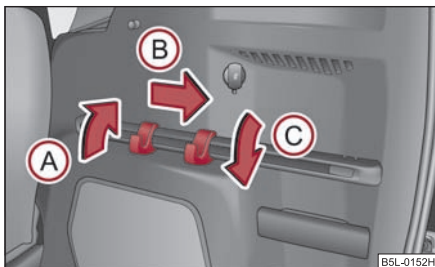

Fig. 96 Maletero: Listones de fijación con ganchos deslizables
A ambos lados del maletero se encuentra un listón de fijación con dos ganchos deslizables cada uno para enganchar pequeñas piezas de equipaje como, p. ej., bolsas, etc. ⇒ fig. 96. Se puede colgar de cada gancho una pieza de equipaje con un peso de hasta 7,5 kg.
- Doblar los ganchos en la dirección de la flecha **A** hacia arriba hasta un ángulo de aprox. 45° ⇒ fig. 96.